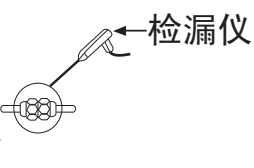

图31
- 3 在接口处用检漏仪或者肥皂水来检查是否有泄漏。（如图31）
- 4 用 ⑪ 塑料绝缘带把铜管和连接电缆包起来。